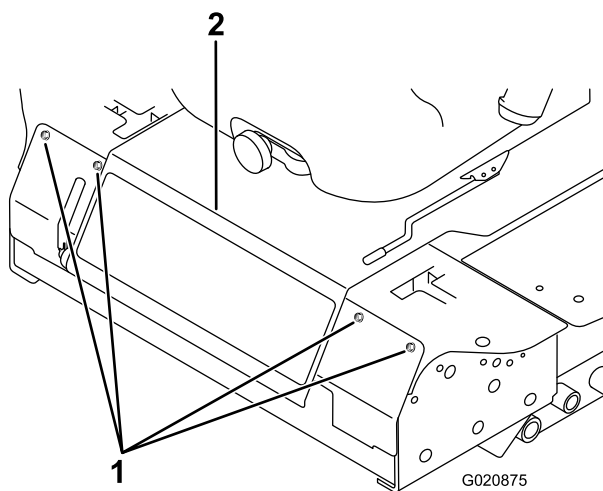

Bild 91
3. Nehmen Sie die Schrauben ab, mit denen die Frontplatte befestigt ist, und nehmen Sie sie ab (Bild 91).